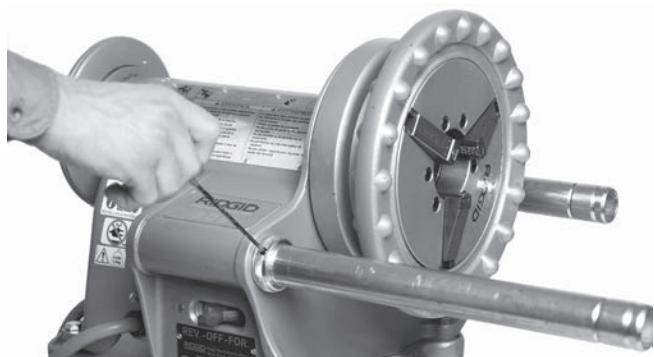

Figura 8 – Ubicación de los tornillos de montaje
1. Extienda las barras de apoyo completamente hacia adelante. Empuje hacia atrás los aros de retención hasta que topen el alojamiento de la máquina 300. Con una llave hexagonal de $1/8$ ", apriete los tornillos de montaje en los aros de retención (*Figura 8*).